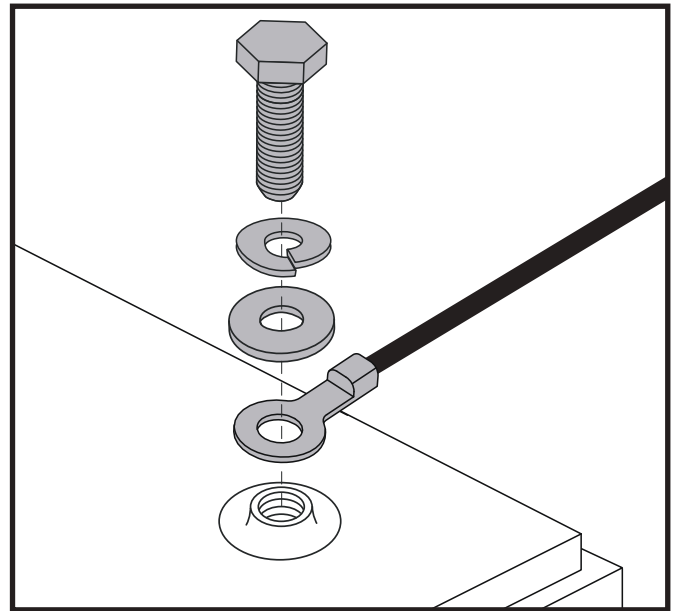

Figuur 14. Verwijdering/installatie van de accu, polen en aansluitingen
2. Maak de bevestiging van de accu los. **Zie figuur 14.**
3. Maak de bedrading die van voor naar achter loopt los. Ontkoppel beide accukabels door iedere kabel uit de bijbehorende stekker te trekken. **Zie figuur 14.**
6. Plaats een nieuwe accu in elke accu compartiment. Bij modellen 710LX en 710LXW moet u de batterijpolen van elke batterij naar achteren gericht houden. Voor alle andere modellen moet u de batterijpolen van elke batterij tegenover elkaar en in de richting van de buitenkant van de scooter plaatsen. **Zie figuur 14.**